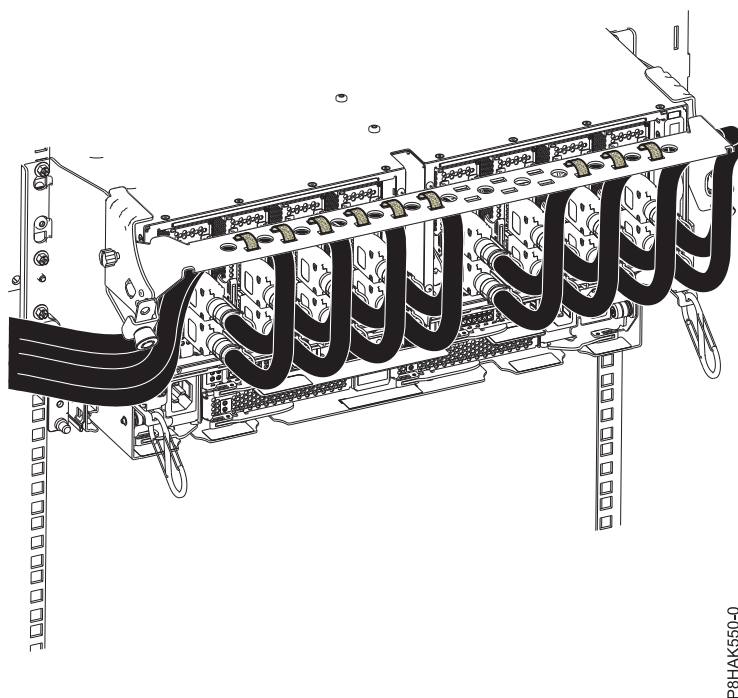

Figure 47. Acheminement des câbles vers le crochet de routage des câbles
4. Acheminez le CXP, les câbles du tiroir d'extension et les câbles d'entrée-sortie (E-S) vers le crochet de routage des câbles. Voir figure 47, à la page 47.
- f. A l'aide d'attaches velcro, acheminez le surplus de câble et le câble à fibre optique vers le crochet de routage des câbles, comme illustré dans la figure 47, à la page 47.